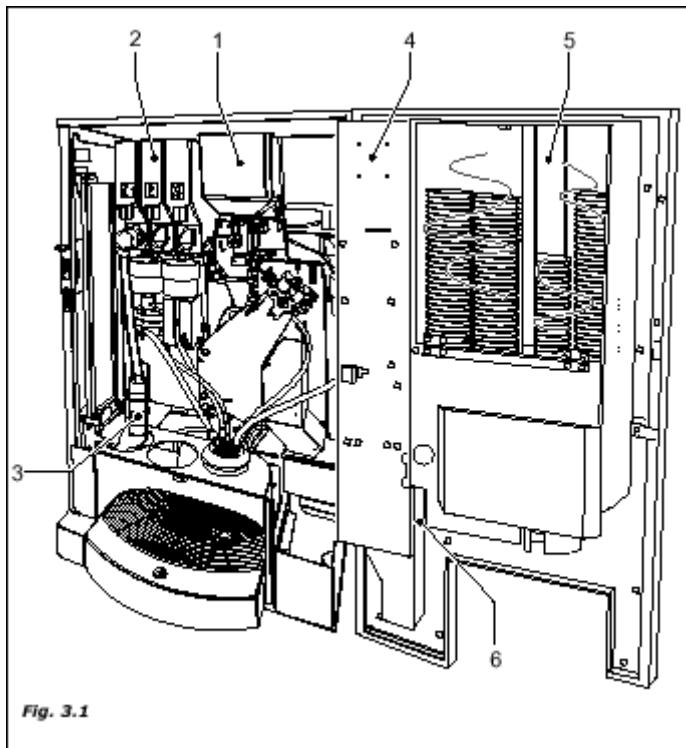

Fig. 3.1
3.1 Описание аппарата (рис. 3.1)